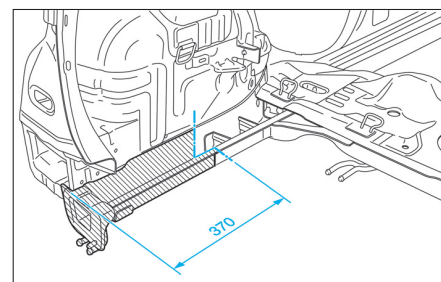

FIG. 76
- Découper le longeron arrière (Fig.76).